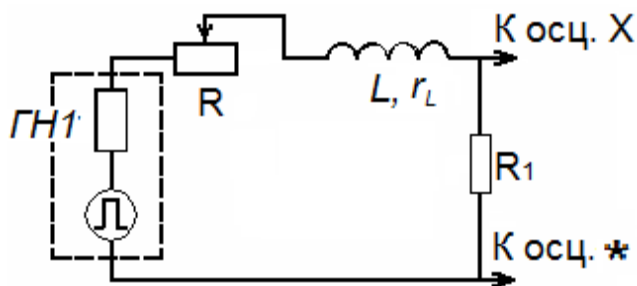

Рис. 4
1. Для определения постоянной времени τ соберите электрическую цепь, состоящую из генератора прямоугольных импульсов ГН-1, омического сопротивления R , индуктивности L и осциллографа (рис.4). С помощью переменного резистора на блоке сопротивлений установить $R=100$ Ом.